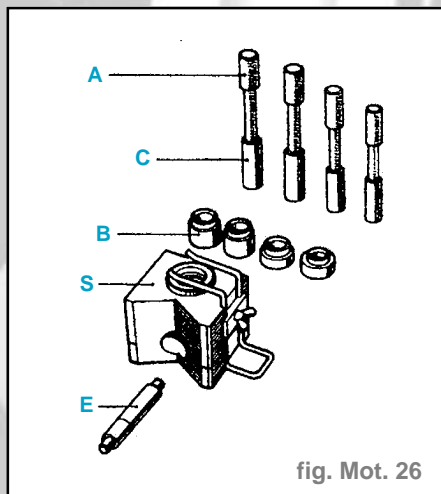

fig. Mot. 26
- les axes de pistons sont montés serrés dans les bielles et tournant dans les pistons. Utiliser l'outillage **MOT. 574-21** (complément du **MOT. 574-22**) (fig. Mot. 26)